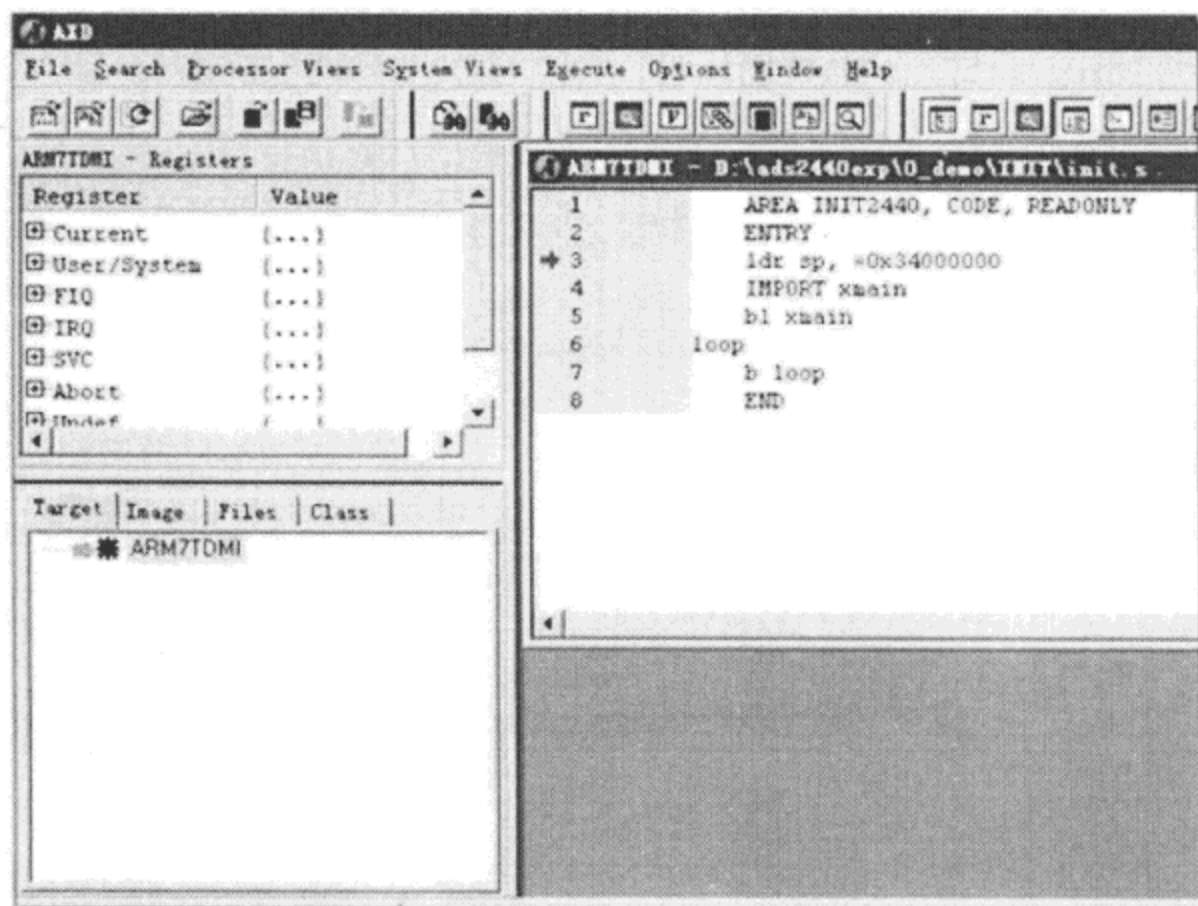

图 1-25 进入查看 CPU 寄存器
- (1) 使用 ADS 打开 ledcircle.mcp 工程。
- (2) 单击菜单 project→debug。
- (3) 单击 Porcessor Views→registers,注意窗口左上部分(图 1-25)。